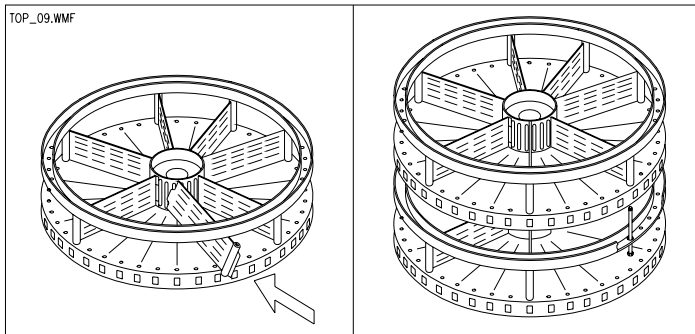

Abb. 9
- 3) Einsetzung der Trennwände: die Trennwände in die mittlere Nabe der Scheibe einsetzen (Abb. 9)
- 4) Die Scheibe drehen, die sich unter derjenigen befindet, deren Trennwandanzahl man ändern will, bis sich das große Loch des oberen Rings unter der Trennwand befindet, die man einsetzen will (Abb. 9).